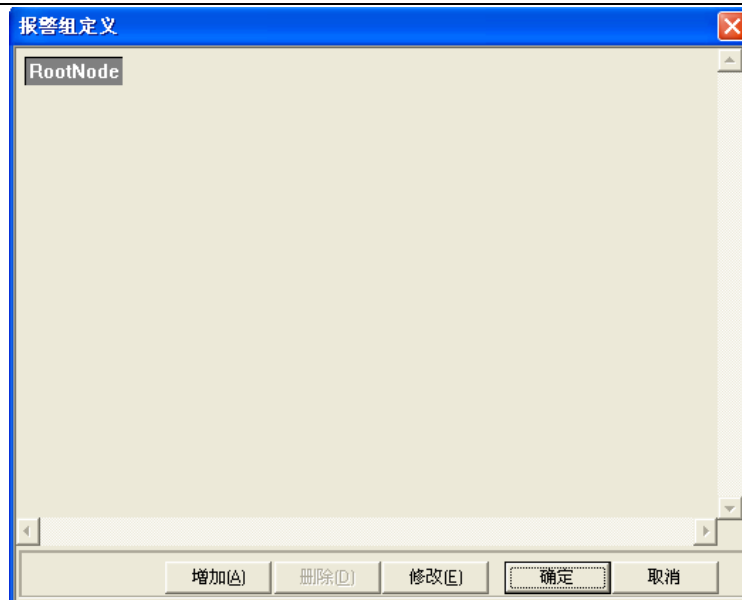

图 5-1 报警组定义对话框
1、在工程浏览器窗口左侧“工程目录显示区”中选择“数据库”中的“报警组”选项，在右侧“目录内容显示区”中双击“进入报警组”图标弹出“报警组定义”对话框，如图 5-1 所示。